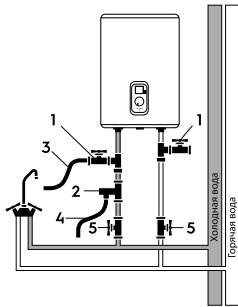

Рис. 4
При подключении к системе водоснабжения необходимо предусмотреть и реализовать установку индивидуальных запорных вентилей (рис. 4, поз. 5) на линии подачи холодной воды в водонагреватель и на линии выхода горячей. Индивидуальные запорные вентили по линии горячей и холодной воды, должны быть в закрытом состоянии в период неиспользования водонагревателя, проведении профилактических и технологических работ на линии водоснабжения. Установка и правильное использование запорных вентилей является обязательным условием при предоставлении гарантийного обслуживания, а так же залогом длительной и безаварийной работы водонагревателя.
Для упрощения процесса слива воды из водонагревателя рекомендуется на входе и выходе воды из водонагревателя установить тройники (рис. 4, поз.1).
Подключение обратного предохранительного клапана (рис.4, поз. 2): клапан следует устанавливать в месте входа холодной воды (удостоверьтесь, что гибкая сливная трубка (рис.4, поз. 4) установлена, на отверстие спуска давления и слива воды и направлена вниз в специальный дренаж для удаления воды).
Как показано на рис. 4а при горизонтальной установке водонагревателя трубы подводки должны быть расположены справа.
Если необходимо реализовать систему водоснабжения на несколько водоразборных точек, используйте способ соединения (см. рис. 4–4а).
Рис. 4а
- Присоедините дренажный шланг (позиция 3 на рис. 4) к запорному крану на тройнике на входе холодной воды в водонагреватель и направьте его в канализацию, либо в место слива воды. Откройте запорный кран и дождитесь полного слива воды.